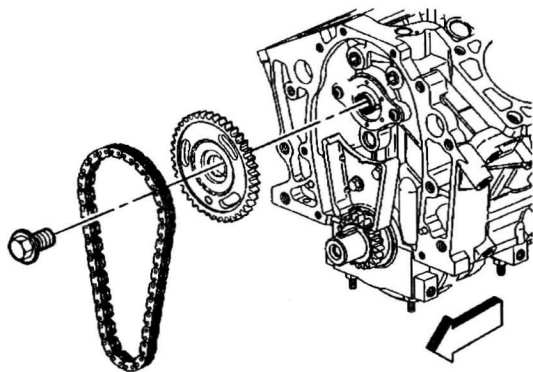

图 1-2-9 用安装螺栓安装凸轮轴链轮
9. 采用安装螺栓，将凸轮轴链轮拉到凸轮轴上（图 1-2-9）。